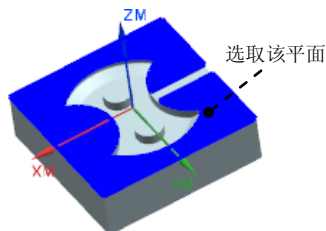

图 21.10 选取面
Step2. 展开**列表**区域, 选中列表框中的第一个范围选项, 然后单击**范围 1 的顶部**区域中的**选择对象 (0)**按钮, 选取图 21.10 所示的面; 然后单击“切削层”对话框中的 **确定** 按钮, 系统返回到“型腔铣”对话框。